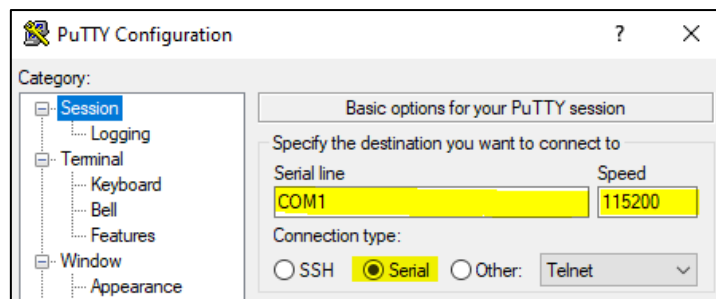

Abbildung 7 COM Port Auswahl
3. Stellen Sie alles, wie in Abb. 7 COM Port Auswahl“ gelb markiert, ein.